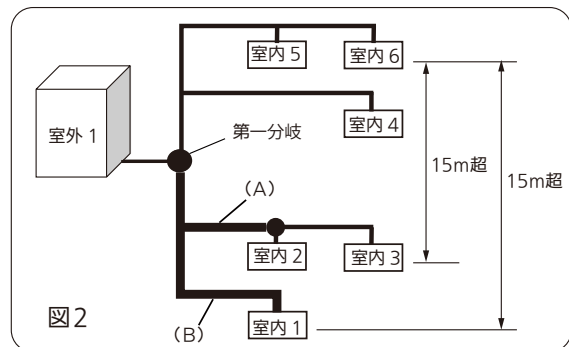

図2
- H2が15mを超える場合、室内ユニットが室外ユニットより下側にある液管、ガス管を1ランクサイズアップしてください。(図2)
- (A) 同一階に室内ユニットが2台以上ある場合